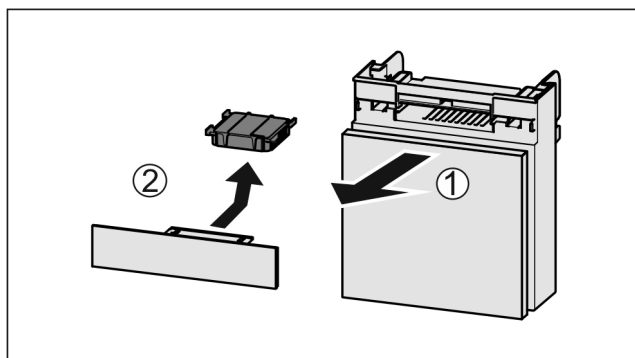

Fig. 119
- Zásuvku vytáhněte dopředu Fig. 119 (1).
- Filtr s aktivním uhlím vyjměte Fig. 119 (2).